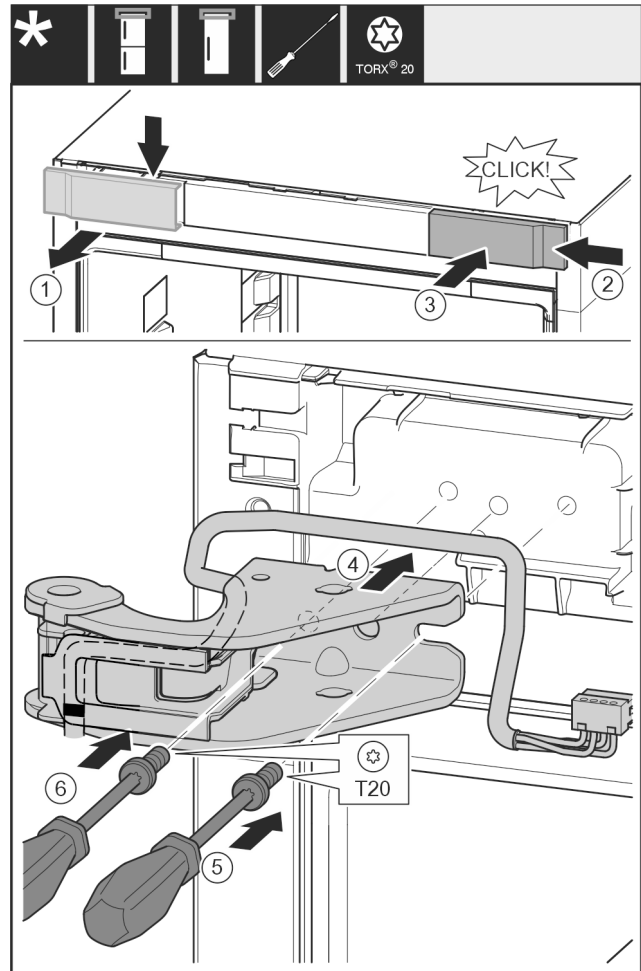

Fig. 30
- ▶ Зніміть кришку вгору вперед. Fig. 30 (1)
- ▶ Почепіть кришку, що повернута на 180°, з іншого боку праворуч. Fig. 30 (2)
- ▶ Зафіксуйте кришку. Fig. 30 (3)
- ▶ Встановіть верхній опорний кронштейн. Fig. 30 (4)
- ▶ Встановіть та закрутіть гвинт за допомогою викрутки T20. Fig. 30 (5)
- ▶ Встановіть та закрутіть гвинт за допомогою викрутки T20. Fig. 30 (6)